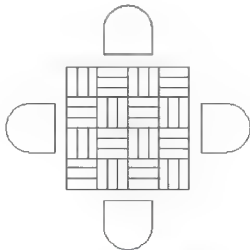

图 2.147 生成其他凳子
- (4) 借助辅助线(桌子的对角线), 用【镜像】命令将凳子绘制成图 2.147 所示效果。